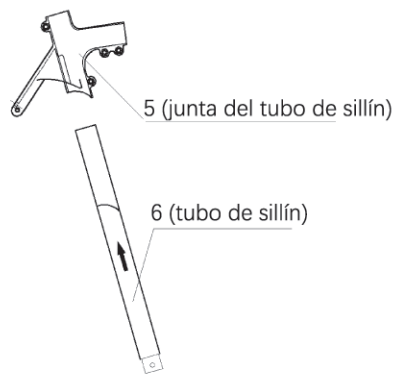

Figura 10-1.
b. Insertar la pieza 6 en la pieza 5 en la dirección de la flecha de la pieza 6, como se muestra en la Figura 10-1.